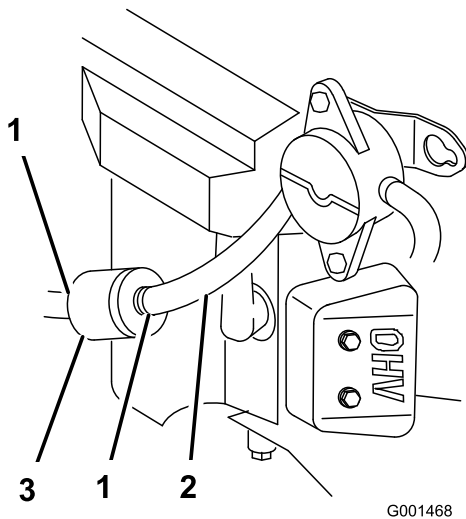

Figura 41
4. Apriete los extremos de las abrazaderas y deslícelas por el tubo alejándolas del filtro (Figura 41).